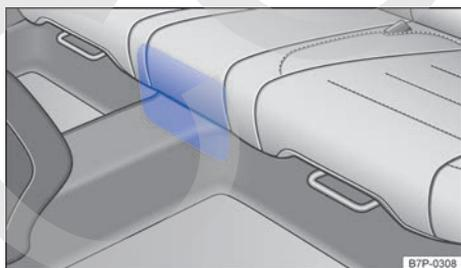

Fig. 177 Entradas de aire para la batería de alto voltaje debajo del asiento trasero.
Debajo del asiento trasero se encuentra una entrada de aire para la batería de alto voltaje. Por esta entrada se aspira aire refrigerado para la batería de alto voltaje. La zona de ventilación situada debajo del asiento trasero → fig. 177 no deberá obstruirse ni cubrirse → ①.